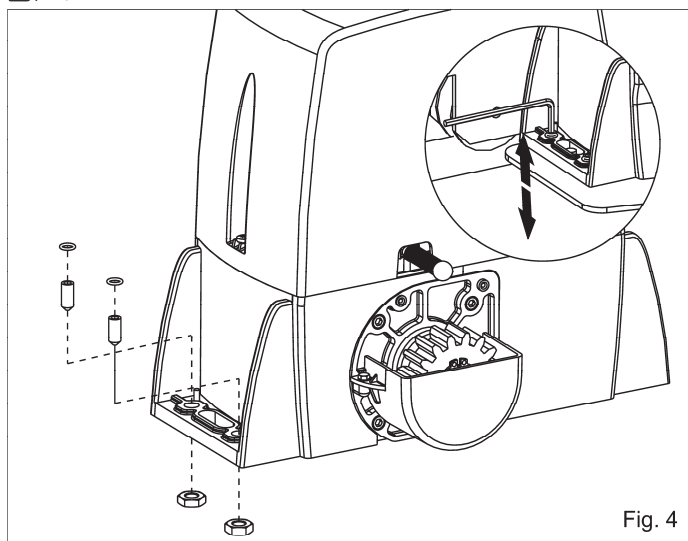

Fig. 4
4.1. 将4粒高度调整螺丝和螺母按（图4）安装在电机上特制的孔中。